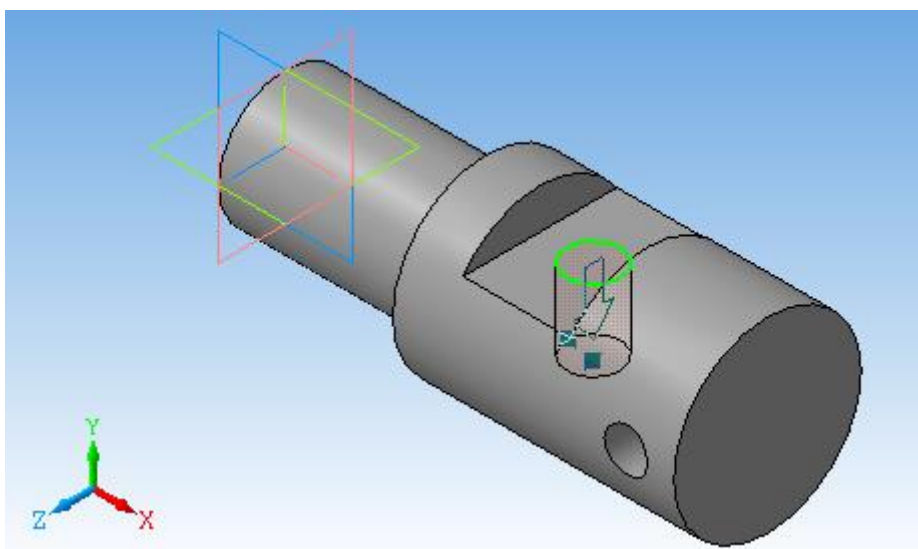

Рис. 7.10
11. Вийти з режиму  *Ескіз*. В  *Редагування деталі* вибрати команду  *Вирізати видавлюванням*. На *Панелі властивостей* задати напрямок вирізу, відстань (рис. 7.10). Завершити операцію, клацнувши по значку  *Створити об'єкт*.